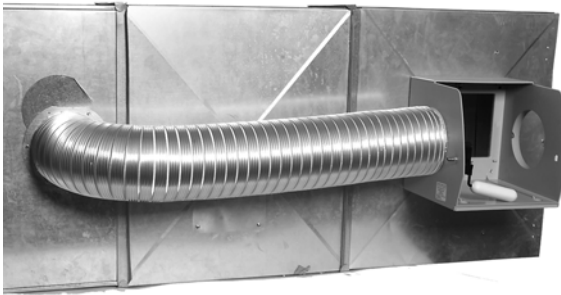

Fig. 12. Installation de la gaine flexible.
1. Étirer avec précaution la gaine flexible pour l'installer entre le collet de dérivation et l'humidificateur. Voir la figure 12.